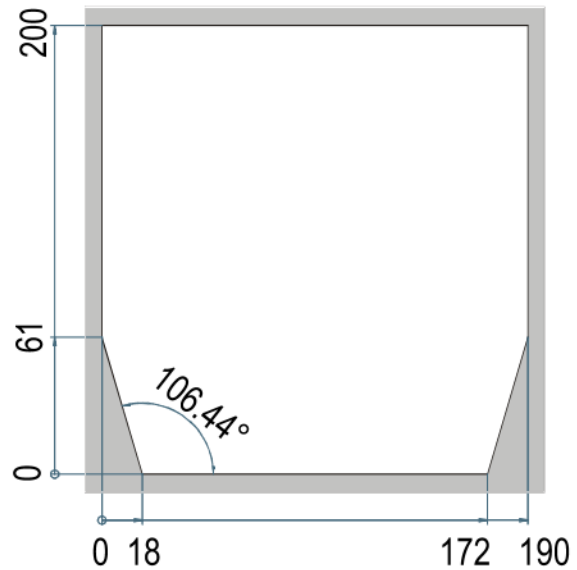
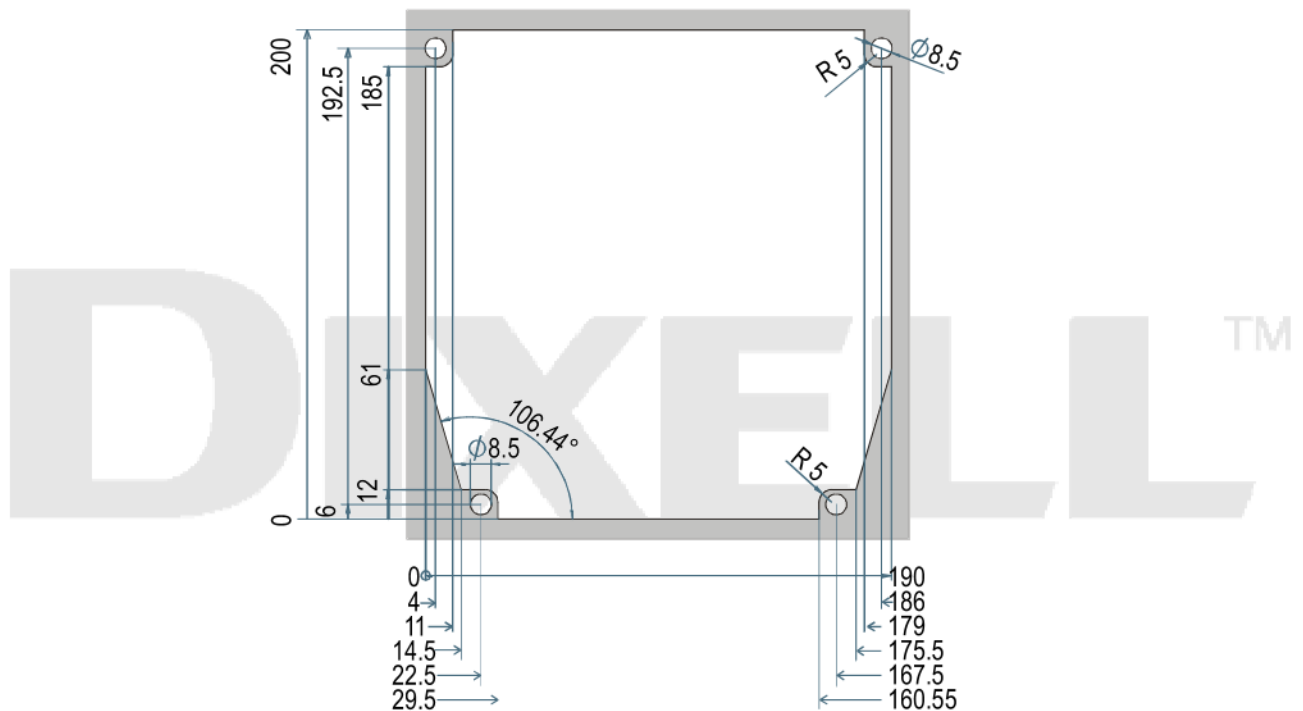

Fig. 4
Fig. 5
1. Einen Tafelausschnitt vornehmen, wie in Bild 4 und Bild 5 beschrieben.